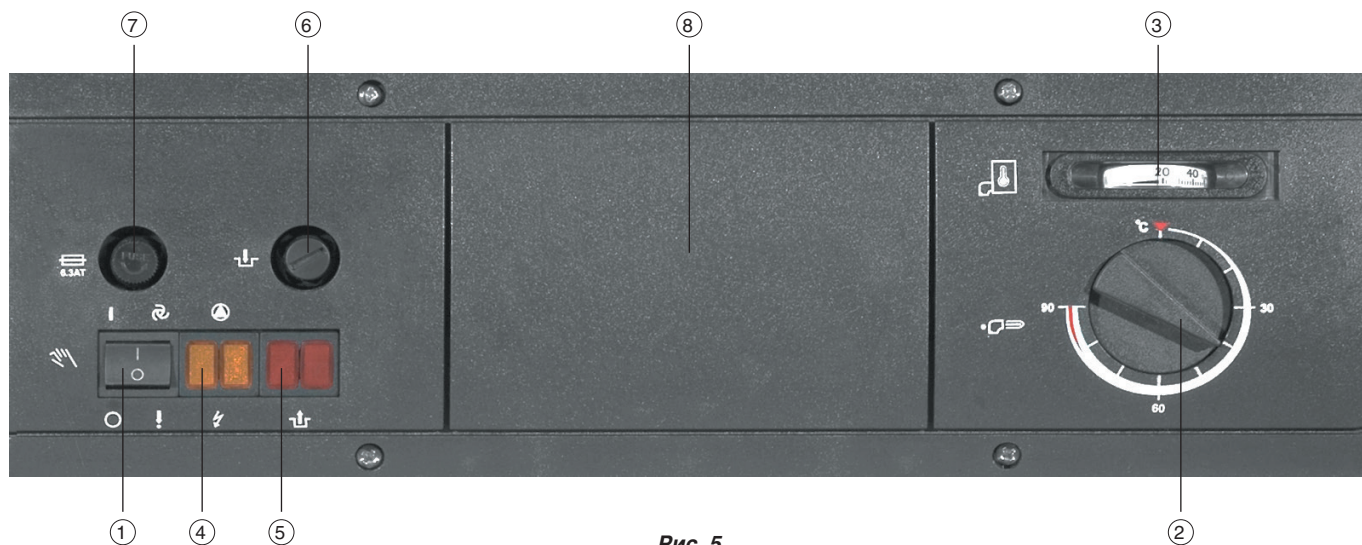

Рис. 5
- главный выключатель переведен в положение «вкл.» (поз. 1, рис. 5);
- термостат котла выставлен на необходимую температуру (поз. 2, рис. 5);
- термостат безопасности (поз. 6, рис. 5) сработал от перегрева, для чего последовательно сделайте следующее:
На панели управления открутите защитный колпачок термостата (поз. 6, рис. 5)